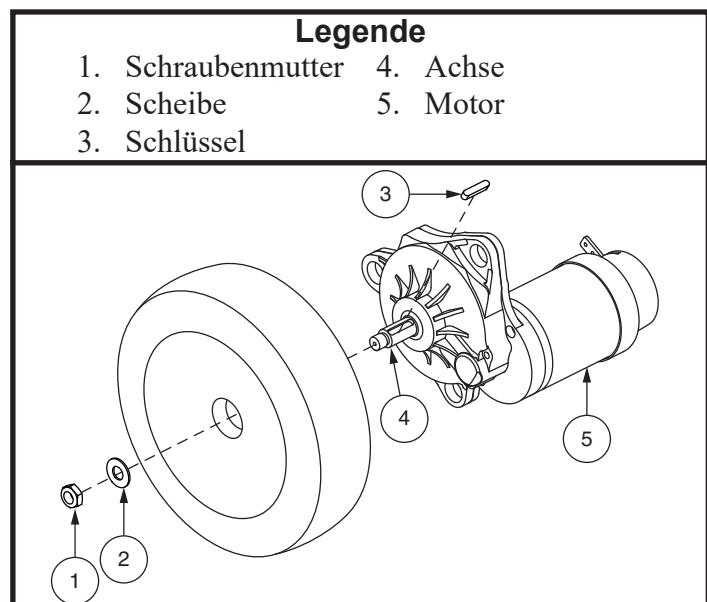

Bild 16. Entfernen eines Antriebsrads
6. Entfernen Sie die Schraubenmutter und Unterlegscheibe des Antriebsrades von der Achse. Siehe Bild 16.
12. Mit einer neuen Schraubenmutter, schrauben Sie die Schraubenmutter und Unterlegscheibe wieder fest. **Siehe Bild 16.**